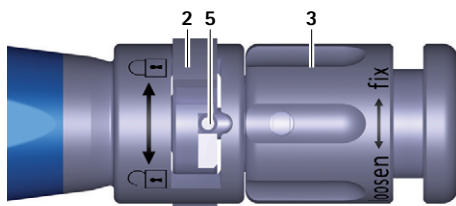
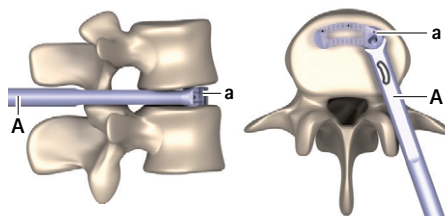

Fig. 3 Em visualização de proximidade do instrumento introdutor; comutador fechado
Fig. 11 Implante na posição final
- ▶ Rodar o comutador 2 para a direita (sentido ⤴), ver Fig. 3.
- Rodar a porca giratória **3** no sentido anti-horário (sentido „loosen“), até o pino **5** se encontrar totalmente no comutador **2**, ver Fig. 3. Ter atenção para que o pino **5** não fique preso no comutador **2**.
- Rodar o comutador **2** para a direita (sentido , ver Fig. 3.
- Assim que a posição final (ver Fig. 11) seja atendida: Rodar a porca giratória **3** no sentido anti-horário (sentido "loosen"), até o pino **5** se encontrar totalmente no comutador **2**, ver Fig. 3. Ter atenção para que o pino **5** não fique preso no comutador **2**.
- ▶ Rodar o comutador **2** para a direita (sentido ) , ver Fig. 3.